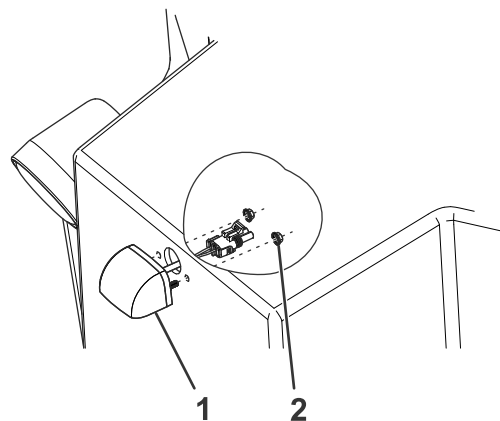

图 5
5. 用 2 个螺母将灯固定到后盖上图 5。
14. 将灯具套件线束连接至灯具套件灯上图 5。